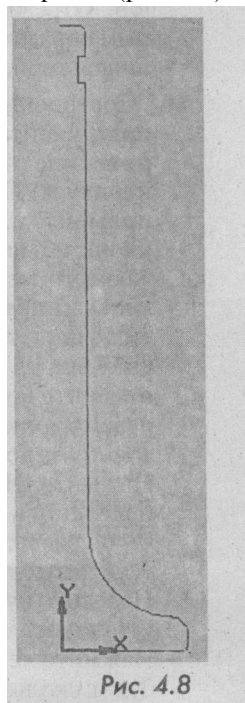

Рис. 4.8
7. Выполнение скругления.левой кнопкой мыши нажмите кнопку P_1 -(Округление) и установите в окне **Радиус скругления** величину $23 \text{ } ^\wedge \text{ } d3\text{Ш}$. Нажмите клавишу **Enter**. Наведите курсор мыши на горизонтальную линию «грибка» клапана. При этом цвет линии изменится на красный, а в строке сообщений появится надпись **Укажите первую кривую для скругления**. Вновь нажмите левую кнопку мыши. После этого направьте курсор на вертикальную линию штока. В строке сообщений появится надпись **Укажите вторую кривую для скругления**. Нажмите левую кнопку мыши. Округление радиусом 23 мм построено (рис. 4.8).